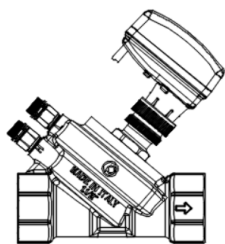

Fig. 1
- E' opportuno che gli attuatori elettrici VA7493HF siano installati come rappresentato nelle figure 1 e 2. L'installazione in posizione verticale rovesciata rappresentata nella figura 3 deve essere assolutamente evitata. Installare sempre l'attuatore con lo stelo represso.